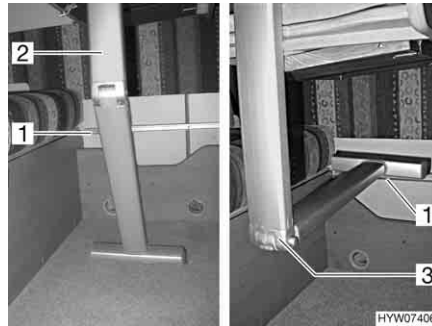

Bild 90 Hängetisch mit Gelenkstützfuß
- Den Tischfuß (Bild 90,2) am Gelenk entriegeln und einklappen.
- Den Hängetisch in die untere Einhängeschiene (Bild 90,1) einhängen und auf dem Tischfußgelenk (Bild 90,3) abstellen.